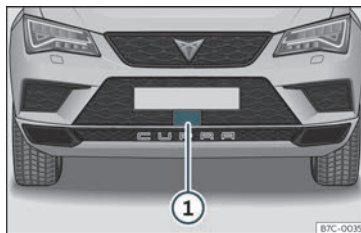

Fig. 211 No para-choques dianteiro: sensor de radar.
No para-choques dianteiro está montado um sensor de radar para captar a situação do trânsito »» **Fig. 211 ①**.